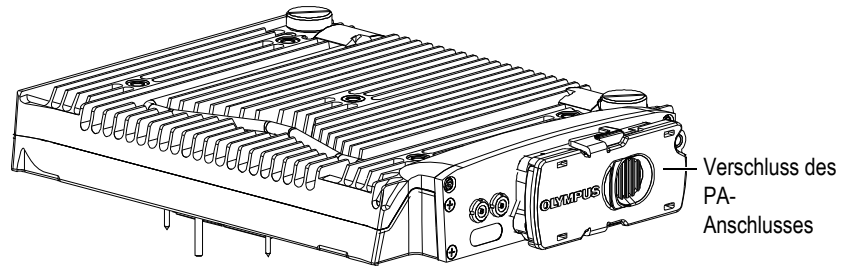

Abbildung 3-1 Modul mit Verschluss am PA-Anschluss
2. Schließen Sie den PA-Anschluss mit dem Verschluss (siehe Abbildung 3-1 auf Seite 57).